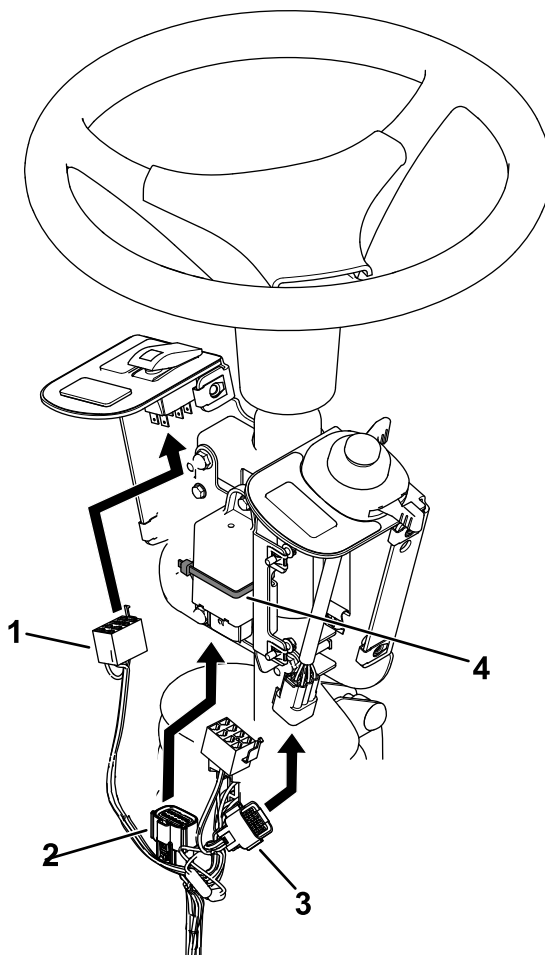

**Figura 6**
- Montate il lampeggiante sulla piastra di supporto fusibili con una vite (n. 10 x 3/8"), come mostrato nella Figura 6.